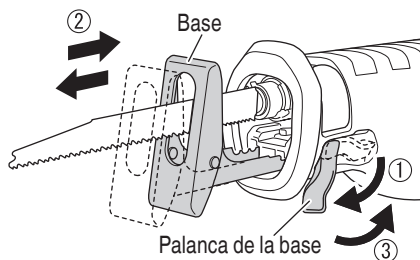

Fig. 8
- (1) Desactive el interruptor y desconecte la clavija del tomacorriente.
- (2) Haga girar la palanca de la base hacia la derecha, y deslice la base hacia la posición deseada. La base puede ajustarse en cinco posiciones.
- (3) Haga girar la palanca de la base hacia la izquierda para fijar la base. (Fig. 8)